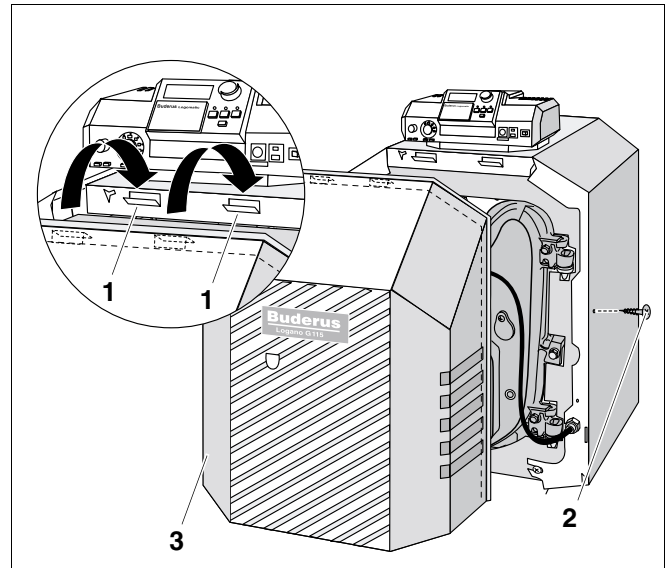

Fig. 31 Montering af brænderkappe
- Hægt brænderkappen (fig. 31, **pos. 3**) på krogene (fig. 31, **pos. 1**) på kedelkappen.
- Skru en sikringsskrue (fig. 31, **pos. 2**) ind i brænderkappen igen i højre og venstre side.